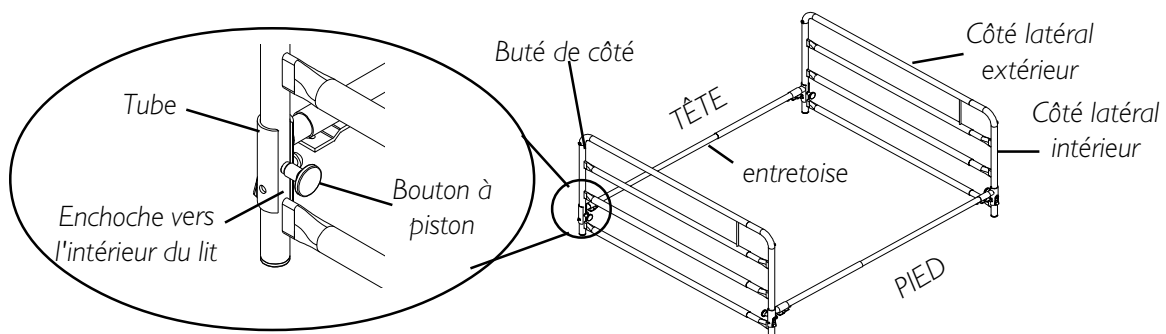

FIGURE 3 - INSTALLER LES CÔTÉS DE LIT
9. Installer les côtés latéraux (Figure 3).
INSTALLER LES CÔTÉS LATÉRAUX (FIGURE 3)
ABAISSER/RELEVER LES CÔTÉS LATÉRAUX (FIGURE 3)